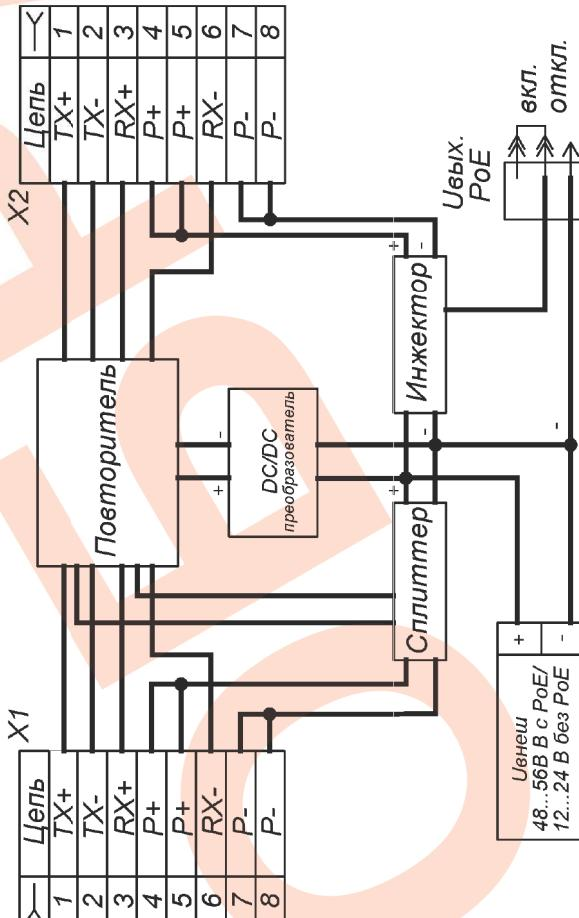

Рис.2 Внешний вид и габаритные размеры.
- Изделение выполнено в пластмассовом корпусе с креплением на 35мм DIN-рейку (см. рис.2).
- Габаритные и установочные размеры приведены на рис. 2.